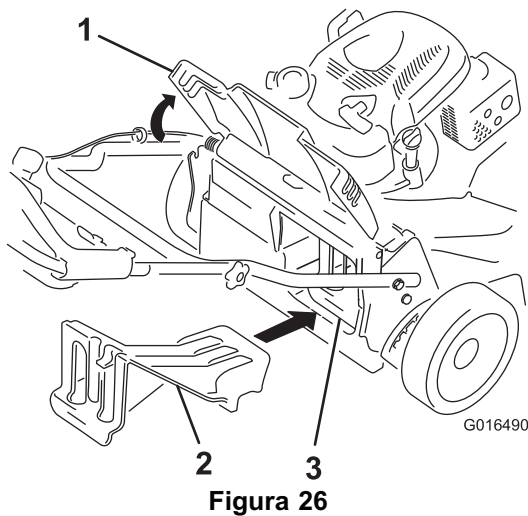

Figura 26
- Si el tapón de descarga trasero no está instalado, sujételo por el asa, eleve el deflector trasero e introdúzcalo en el conducto de descarga trasera hasta que el enganche encaje en su sitio; consulte Figura 26.
Importante: Asegúrese de que el tapón de descarga trasera está colocado antes de reciclar los recortes (Figura 26).